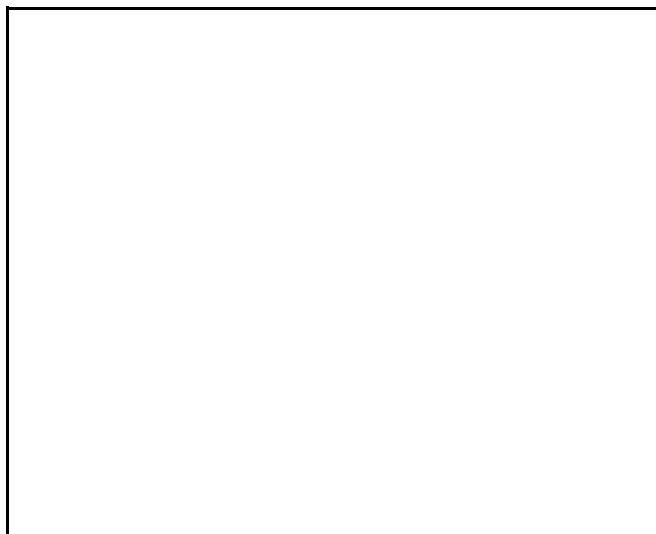

Fig. 25
Al montaggio del materassino isolante fare attenzione all'apertura di pulizia nel sopra del distributore (fig. 25).
- Mettere il materassino isolante da sopra sul distributore dei gas di scarico e spingere i terminali laterali sinistro e destro dietro alla traversa (fig. 25).
- Fissare il materassino isolante, davanti e dietro, con 2 molle di tensione all'isolazione del corpo (fig. 25).
- Metter la copertura sulle pareti laterali in modo che la piegatura venga a giacere all'interno delle pareti laterali (fig. 25).